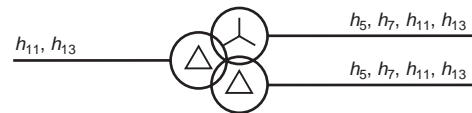

Fig. M20: Un transformador Dyd bloquea la propagación de los armónicos de 5.o y 7.o en la red aguas arriba.
- Una conexión Dyd elimina los armónicos de rangos 5.o y 7.o (véase la **Figura M20**).